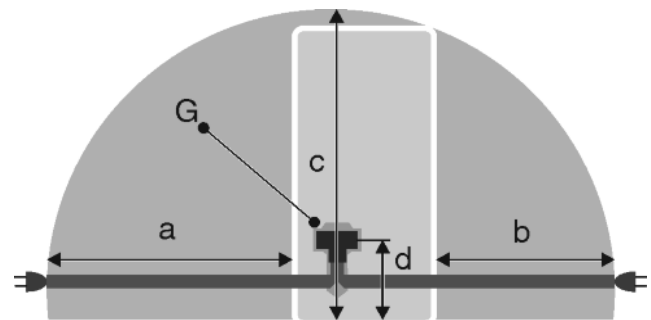

Fig. 52
- Розетка находится вне зоны задней стенки в данной зоне. *Fig. 52 (a, b, c)*
- ▶ Штекер устройства *Fig. 52 (G)* подсоединить с задней стороны устройства. Следить за правильной фиксацией.